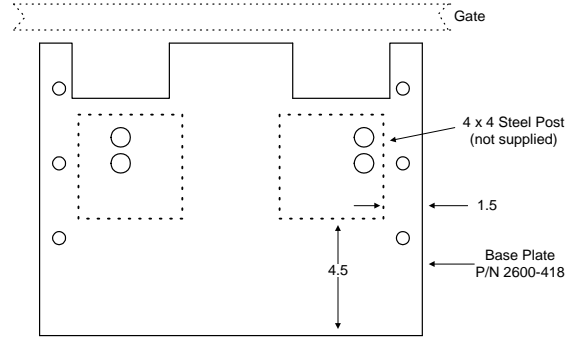

Figura 7
1. Montar el operador sobre el poste requiere el uso de una base o plataforma (P/N 2600-418) y dos (2) 4 X 4 postes de acero (no suministrados) soldados a la base como se muestra en figura 7. El largo del poste de acero y la profundidad de la base son determinados por condiciones de la tierra y requisitos locales de código. Sugerimos que usted contacte el departamento de construcción local para determinar la profundidad requerida de la base ya que condiciones de la tierra y requisitos de código varían de ciudad a ciudad.